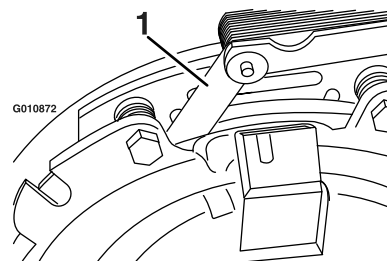

**Figure 72**
- B. A l'aide d'une pince à becs longs ou avec les doigts, saisissez la languette et déposez la cale (Figure 72).
Cela permet d'assurer un refroidissement et un régime moteur corrects, et réduit les risques de surchauffe et de dommages mécaniques du moteur (Figure 72).